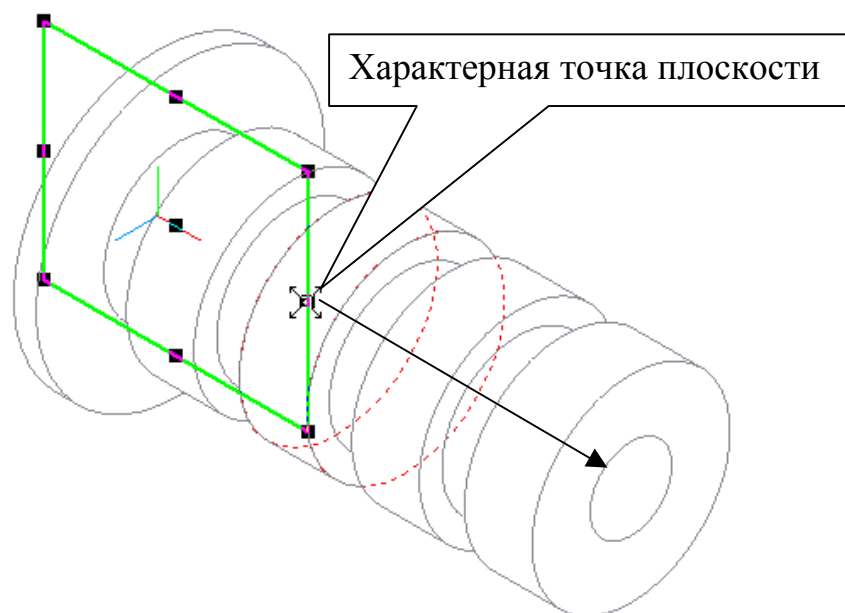

Рис. 113
- Для того чтобы выполнить копирование с помощью команды **Массив по концентрической сетке**, необходимо создать ось, вокруг которой выполняется копирование. В предыдущих работах такая ось создавалась командой **Ось конической поверхности**. Так как в дальнейшем необходимо выполнить **Массив вдоль кривой**, то целесообразно выполнить такую ось, которую можно было бы использовать для выполнения двух команд. Укажите в дереве построения плоскость **XY**, установите курсор на узел (характерную точку) плоскости и, не отпуская кнопку мыши, вытяните плоскость на всю длину детали, рис. 113.